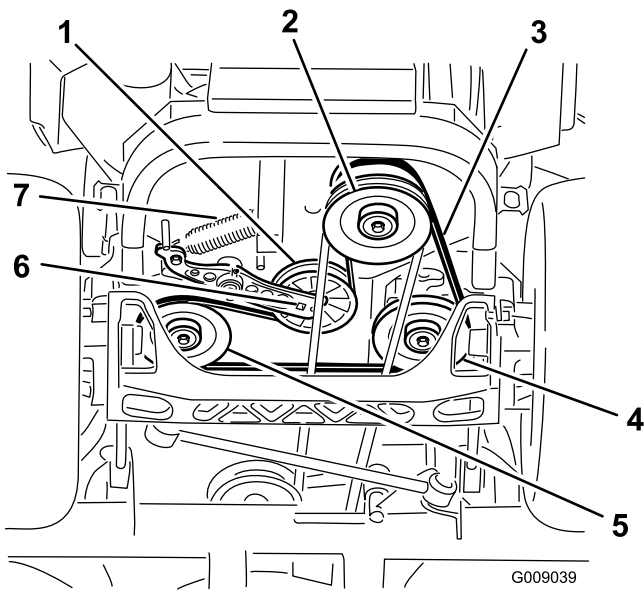

Figura 81
- Levante la máquina y apóyela sobre gatos fijos (Figura 81).
5. Utilice una llave de carraca en el taladro cuadrado del brazo tensor para retirar el muelle tensor (Figura 81).
6. Desenganche el muelle de la polea tensora del bastidor (Figura 81).
9. Utilizando la llave de carraca en el taladro cuadrado del brazo tensor, instale el muelle tensor en el bastidor (Figura 81).